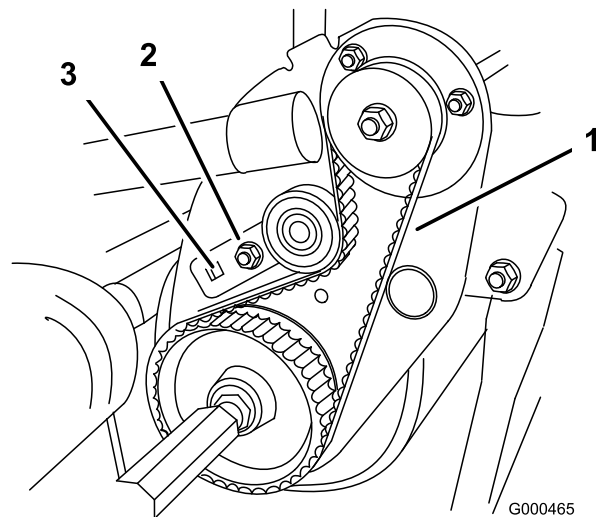

Figura 41
- B. Con una chiave torsionometrica da 3/8" girate la staffa di rinvio ad una coppia di 4-4,5 Nm per impostare la tensione della cinghia (Figura 41) Serrate il bullone della staffa di rinvio. Non tendete eccessivamente la cinghia.